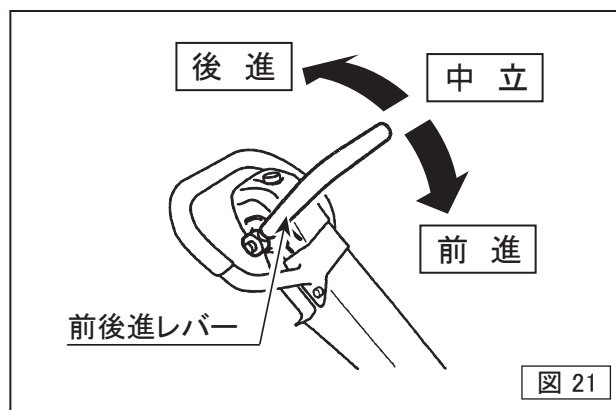

図 21
2. 前後進レバーを操作して、本機を前後進させます。前後進レバーを前に倒すと前進し、後ろへ倒すと後進します。中立の位置では本機はその場で振動します。(図21)